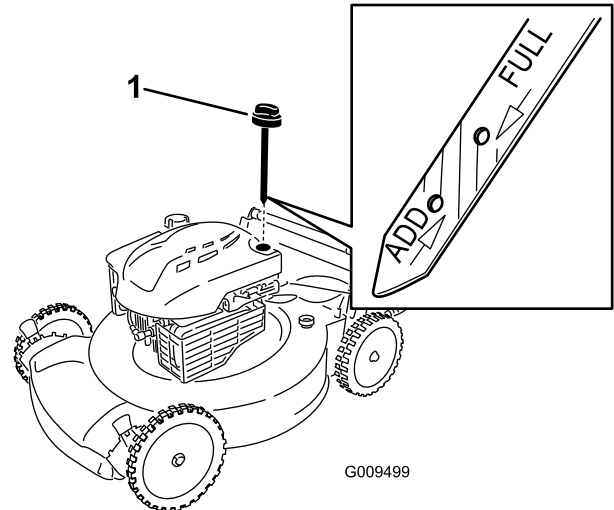

Рисунок 34
- Извлеките масломерный щуп (Рисунок 34).
10. Определите уровень масла по отметкам на щупе (Рисунок 34).